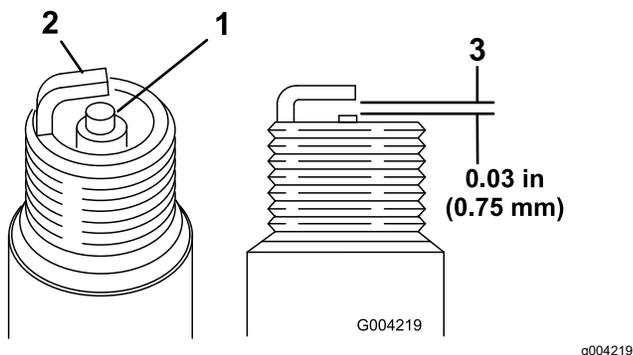

Figure 48
1. Examinez le centre des deux bougies (Figure 48). Si le bec isolant est recouvert d'un léger dépôt gris ou brun, le moteur fonctionne correctement. S'il est recouvert d'un dépôt noir, cela signifie généralement que le filtre à air est encrassé.
2. Contrôlez l'écartement entre l'électrode centrale et l'électrode latérale (Figure 48).
3. Courbez l'électrode latérale (Figure 48) si l'écartement est incorrect.